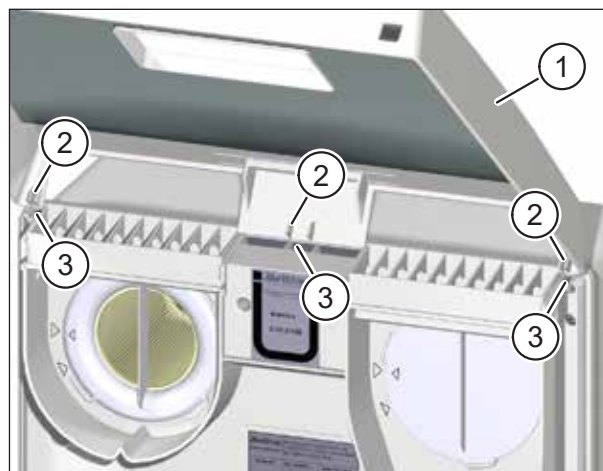

Fig. 16 : Poser le couvercle sur l'appareil d'aération
- ▶ Saisissez des deux mains le couvercle (pos. 1 dans Fig. 16) de l'appareil d'aération et inclinez le bord supérieur du couvercle dans la direction de l'appareil d'aération.
- ▶ Introduisez les ergots (pos. 2 dans Fig. 16) du couvercle dans les ouvertures (pos. 3 dans Fig. 16) sur la face supérieure de l'appareil d'aération.